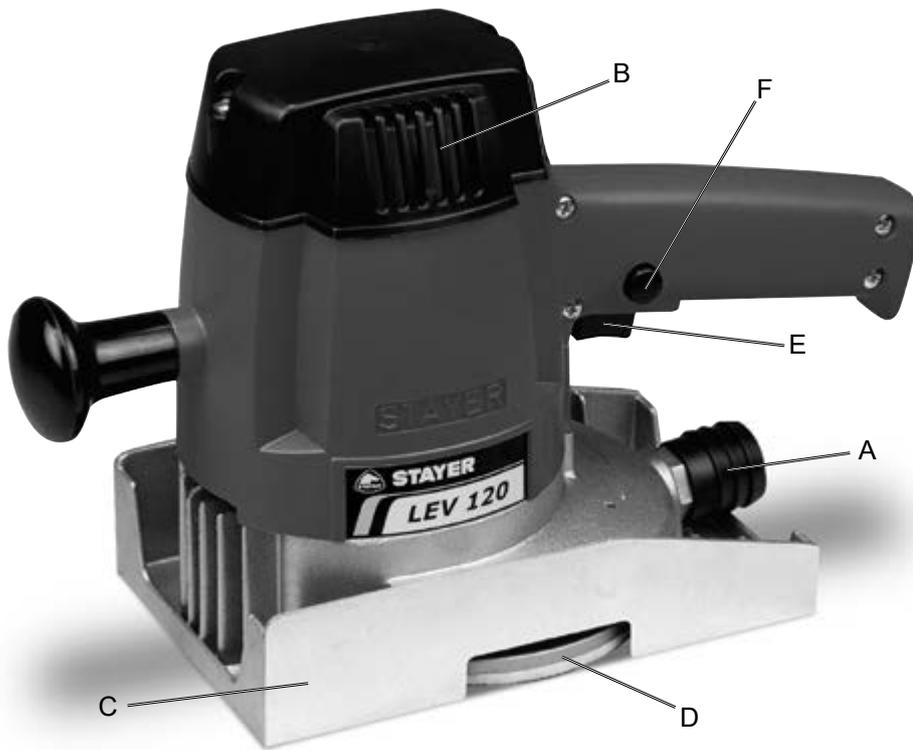

Fig. 1
El diseño especial de la base (C) de la máquina permite lijar superficies en ángulo (topes) sin límite de altura (fig. 1).